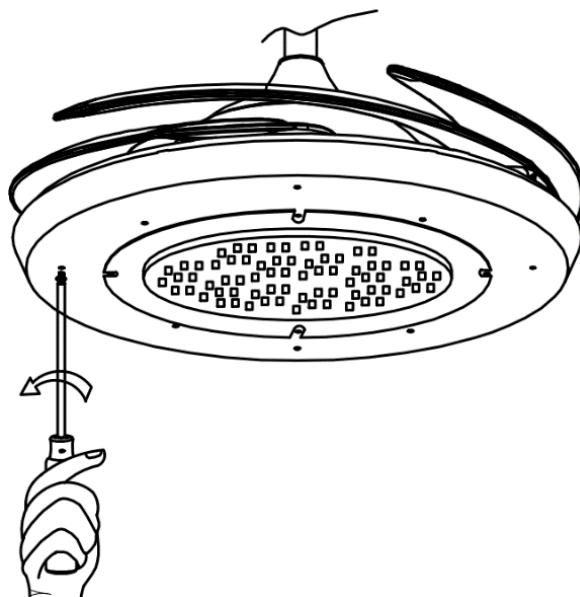

Fig. 9
- Afloje los 8 tornillos de la placa de soporte del juego de luces. (Fig.9)